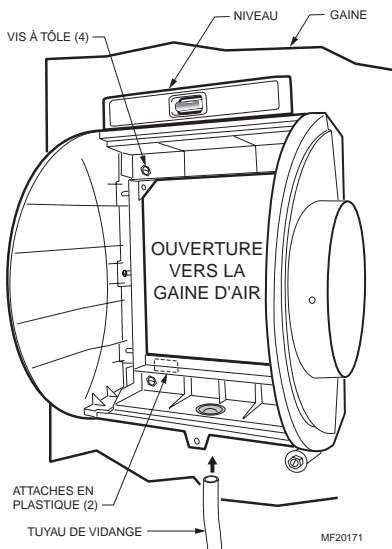

Fig. 4. Installation de l'humidificateur sur une gaine.
7. S'assurer que le boîtier de l'humidificateur est de niveau, puis le placer de manière que les attaches de plastique soient sur l'arête de la tôle inférieure de l'ouverture. S'il y a lieu, aplatir les bords à l'aide de pinces. Voir la Fig. 4.